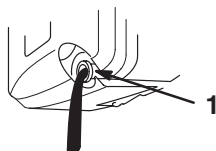

Figure 16
5. Basculez la tondeuse sur le côté **gauche** pour permettre à l'huile de s'écouler dans le bac de vidange (Fig. 16).